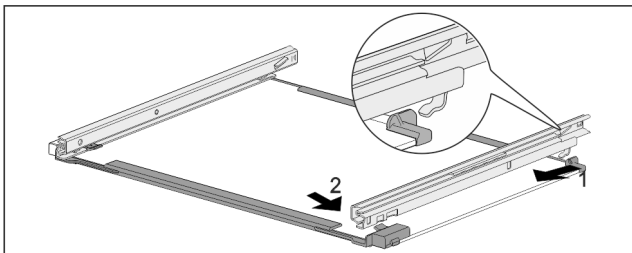

Fig. 160 Raylar bulunan cam plaka
- Rayı arkadan kancaya geçirin. Fig. 160 (1)
- Rayı önde yerine oturtun. Fig. 160 (2)